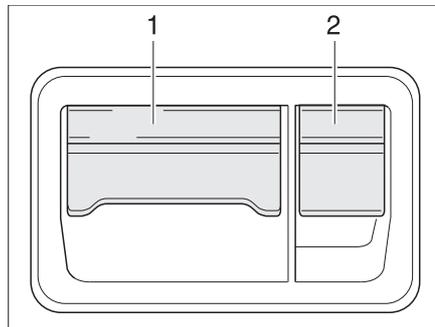
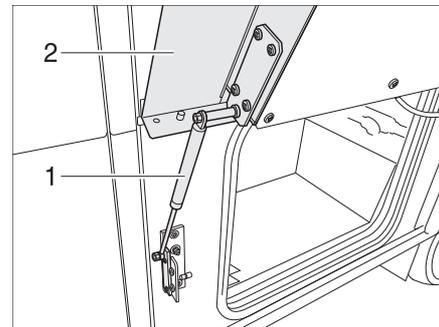

Bild 42 Klappenschloss mit separatem Schließzylinder
Bild 43 Außenklappe, geöffnet
- Am Schlossgriff (Bild 42,1) ziehen. Die Außenklappe schwingt nach oben und wird von der Gasdruckfeder gehalten (Bild 43,1).
- Abdeckung (Bild 42,2) nach oben klappen.
- Außenklappe (Bild 43,2) gegen den Widerstand der Gasdruckfeder (Bild 43,1) nach unten drücken.